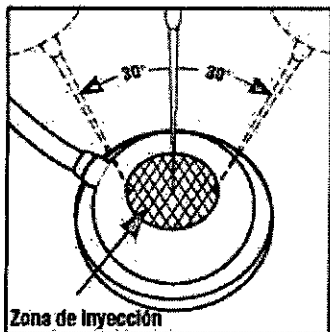

Figura 3
1. El domo de microinyección está ideado para usarse cuando se precisan una menor palpabilidad dérmica y la proyección de un domo de llenado. Se sugiere colocar el domo de microinyección en un lugar relativamente superficial que facilite la identificación y el acceso durante futuros procedimientos de llenado. El hinchado se consigue mediante el uso de una solución estéril de cloruro sódico U.S.P. para inyección, libre de pirógenos. Utilice una aguja biselada de 12º de calibre 21 (o más fina) estándar o de mariposa. Hay que tener mucho cuidado de punzar únicamente el centro de la superficie superior del domo de microinyección con un ángulo perpendicular +/- 30º a la superficie superior (Figura 3). El domo se ha diseñado para soportar hasta 10 inyecciones en total.
facilite la identificación y el acceso durante futuros procedimientos de llenado. El hinchado se consigue mediante el uso de una solución estéril de cloruro sódico U.S.P. para inyección, libre de pirógenos. Utilice una aguja biselada de 12° de calibre 21 (o más fina) estándar o de mariposa. Hay que tener mucho cuidado de punzar únicamente el centro de la superficie superior del domo de inyección estándar con un ángulo perpendicular +/- 30° a la superficie superior (Figura 3). El domo se ha diseñado para soportar hasta 20 inyecciones en total.